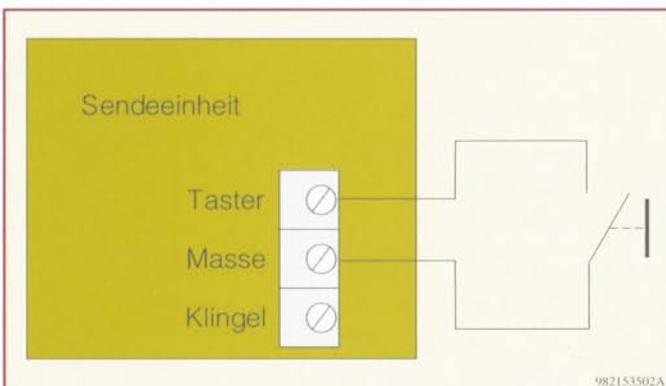

Bild 2: Anschluß
2. Der Anschluß eines externen Tasters (Schließer) wie in Abbildung 2 dargestellt.